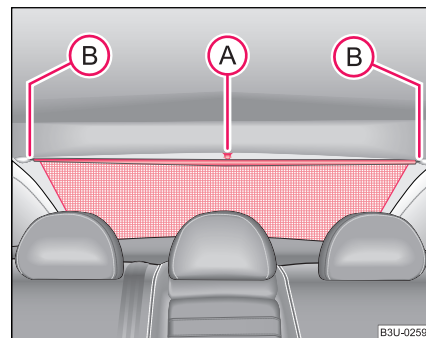

Fig. 46 Luneta: Rulou parasolar
– Trageți ruloul de tija ① și agățați-l de suportul ② ⇒ Fig. 46. ►